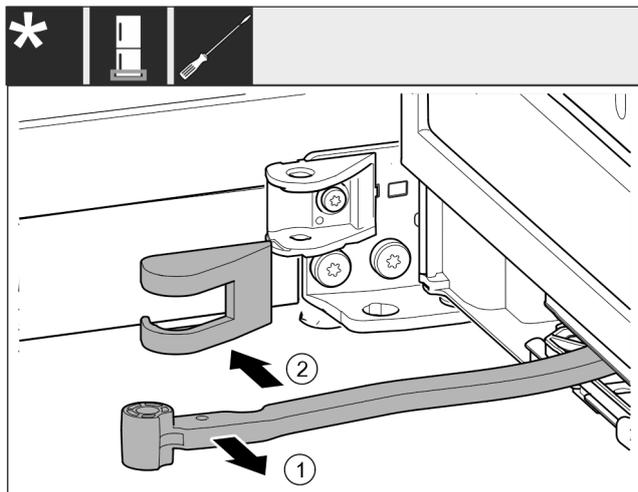

Fig. 16
- ▶ Drei leddet i retning døren. Fig. 16 (1)
- ▶ Fjern lagerbukkdekelet. Fig. 16 (2)